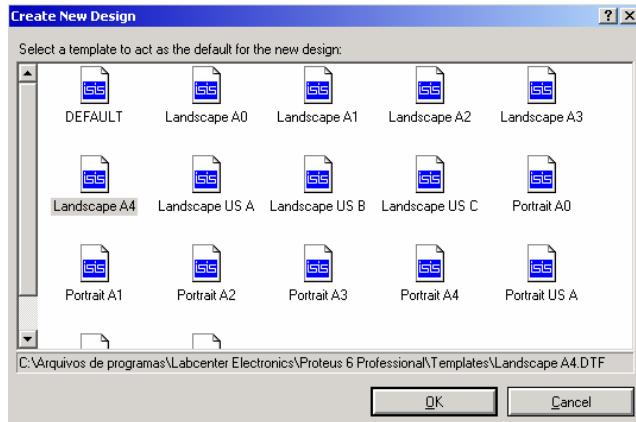

Figura 6: Janela **Create a New Design**, para seleção do **template** desejado.
2. Utilizando o comando **File > New Design**, iremos acessar a janela **Create New Design**, como ilustrado na figura 6, onde temos os **templates** disponíveis no ISIS.